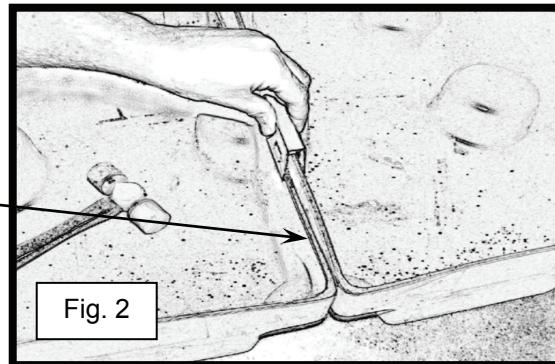

Fig. 2
- 2) Unire i bancali (vedere fig. 2). Collocare la graffa di giunzione sopra i bordi superiori dei bancali (vedere fig. 2).
- 3) Quando la graffa di giunzione è posizionata capovolta sopra il bordo superiore di entrambi i bancali, premere verso il basso la graffa usando un martello o un martelletto (vedere fig. 2 e 3). **NOTA: non usare le mani. Se si usano le mani per martellare, ci si potrebbe ferire.**